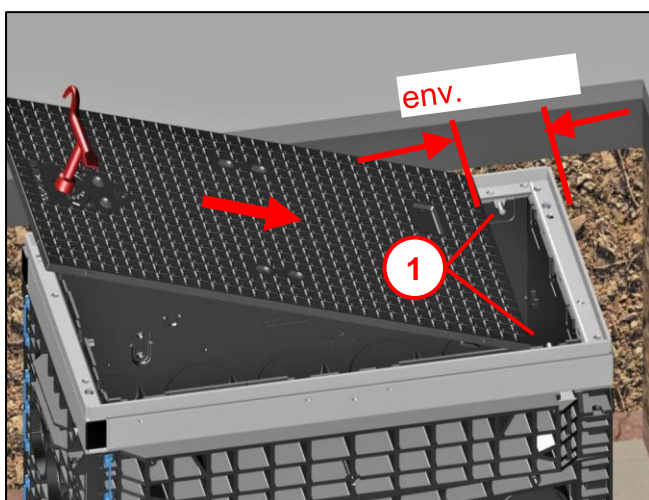

Fig. 27
- Pour ce faire, respecter l'étape suivante selon la Fig. 27 !